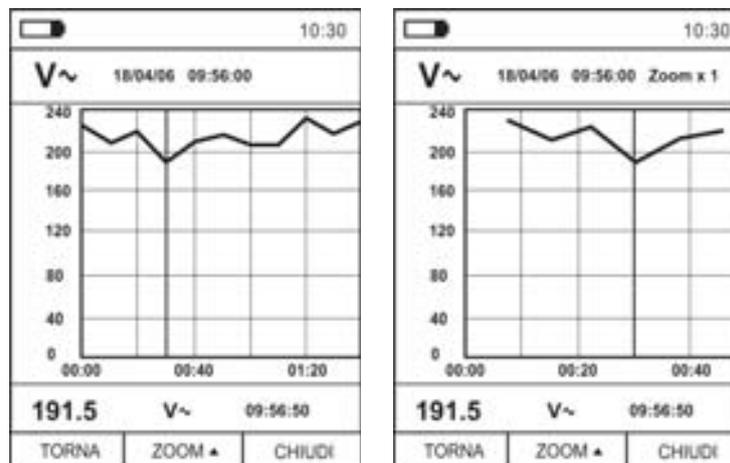

Fig. 39: Funzione data logger – Visualizzazione grafico registrazione
17. Premere il tasto **MODE/VFD (TREND)** per visualizzare a display il grafico della registrazione e il relativo andamento nel tempo (Trend). La videata di Fig. 39 – parte sinistra è mostrata a display
19. Premere il tasto ▲ (**ZOOM**) per attivare (se disponibile) lo Zoom dei valori sul grafico (vedere Fig. 39 – parte destra) allo scopo di aumentare la risoluzione. L'indicazione "Zoom xY" in cui Y = max dimensione di zoom è presente nella parte alta del display. E' possibile uno zoom X1 per almeno 10 punti di misura, X2 per almeno 20 punti di misura, X3 per almeno 40 punti di misura e così via per un massimo di 6 operazioni di zoom